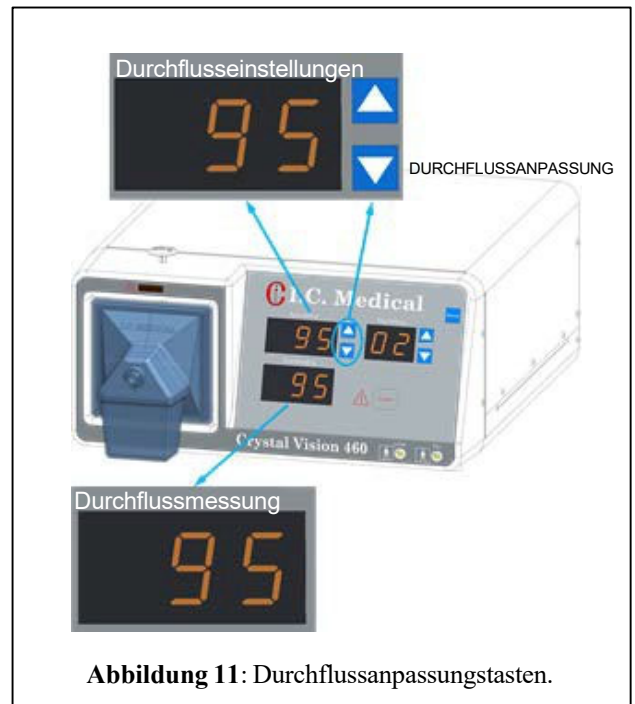

Abbildung 11: Durchflussanpassungstasten.
6. Mit den DURCHFLUSSEINSTELLUNG Tasten (Pfeil nach oben und Pfeil nach unten) (Abbildung 11) können Sie den gewünschten Durchflusspegel in der Durchflusseinstellung Anzeige einstellen. Das digitale Durchflussmessgerät zeigt den tatsächlichen Durchfluss durch das Gerät an. Einige HF-Störungen können dazu führen, dass Durchflusseinstellung und Durchflussmessung flackern. Dies hat jedoch keinen Einfluss auf den tatsächlichen Durchfluss oder die Funktionalität des CRYSTAL VISION® Gerätes.